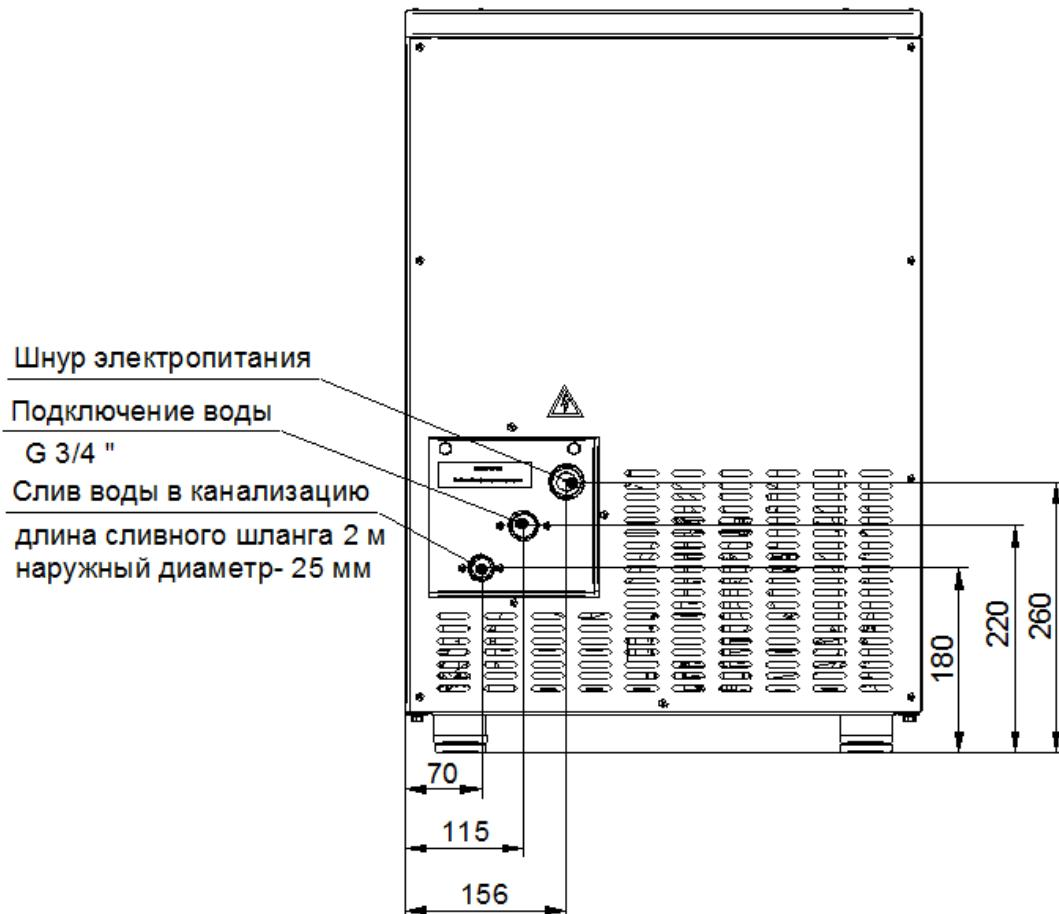

Рис. 7 Схема подключения льдогенератора
- подключить изделие к системе канализации (наружный диаметр сливного шланга, поставляемого с льдогенератором равен – Ø25мм) (рис.7). Убедитесь, что сливной шланг находится ниже, чем выход на задней панели, чтобы вода могла стекать;